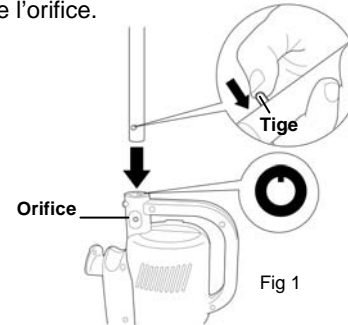

Fig 1
- Insérez la poignée en métal dans l'orifice à côté de la poignée. Assurez-vous que la fente dans la poignée s'ajuste correctement dans l'ouverture. (Fig. 1)